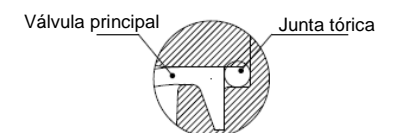

Figura 11. Posición de la junta tórica
- Después de la instalación, compruebe que la junta tórica está correctamente asentada en la ranura (véase la Figura 11). Si está fuera de la ranura, pueden producirse fugas externas o un fallo de funcionamiento.